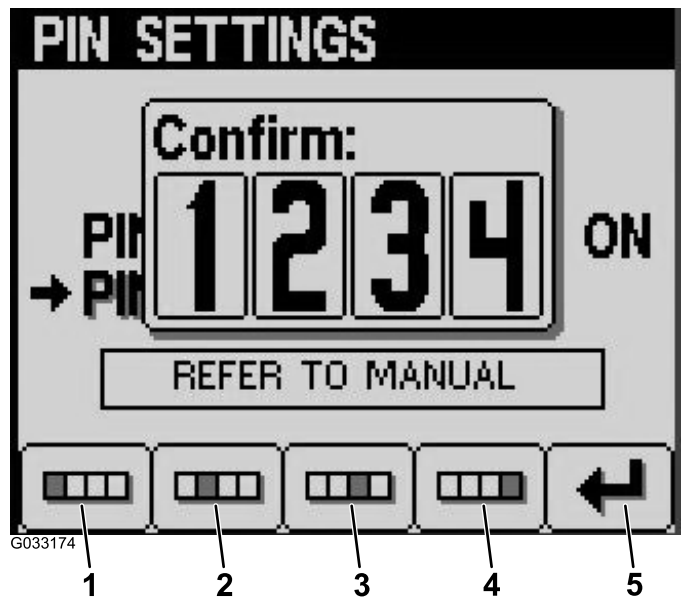

Figure 17
8. Confirmez le nouveau code PIN en utilisant les boutons 1 à 4 puis en appuyant sur le bouton 5 (Figure 17).